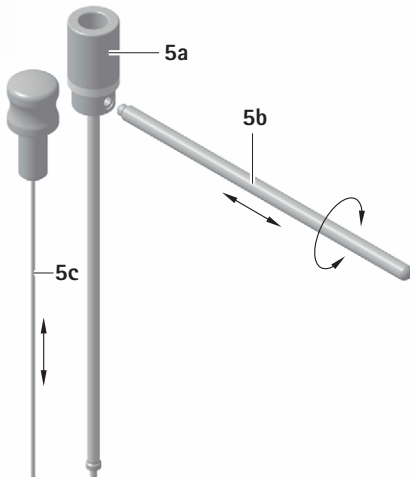

Fig. 1
- Insérer le pilon 5c dans le guide 5a, voir Fig. 1.